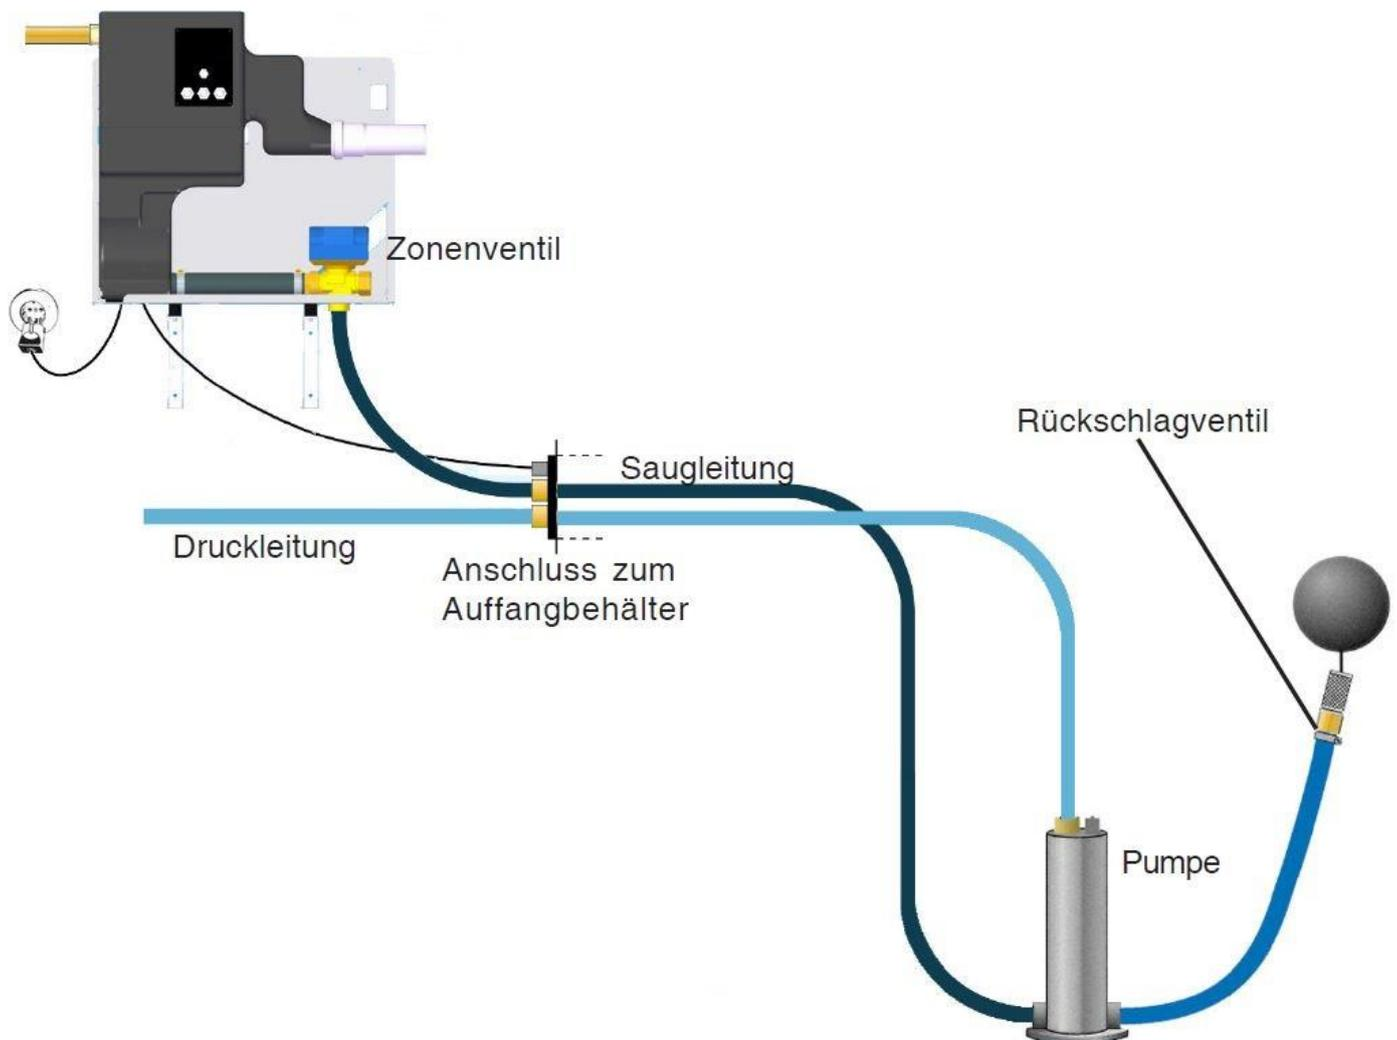

Bild 8.4.1
- Saugleitung mit dem Sauganschluss 1" AG sach-/ und fachgerecht verbinden (siehe Bild 8.4.1):